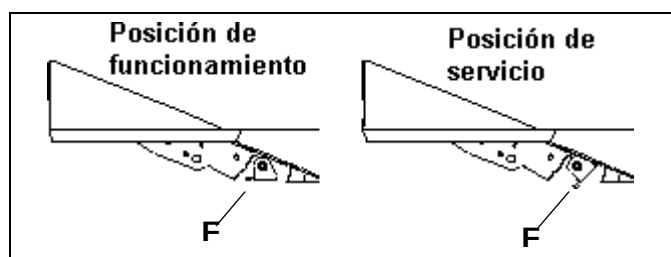

Figura 4C
1. Girar el mecanismo anti balanceo (**F**), situado debajo del panel del suelo lateral izquierdo, a la posición de Servicio. Figura 4C.
4. Girar el mecanismo anti balanceo (**L**) a su posición de operación. Figura 4C.